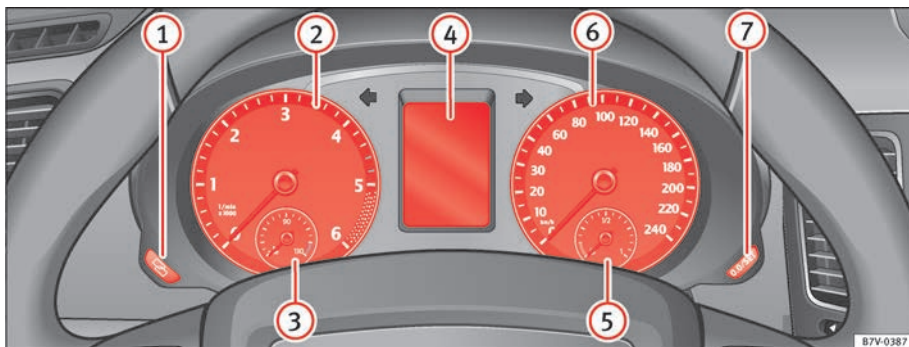

Abb. 35 Kombiinstrument in der Instrumententafel.
Erläuterungen zu den Instrumenten ⇒ Abb. 35:
Im Display des Kombiinstrumentes ⇒ Abb. 35 ④ können je nach Fahrzeugausstattung verschiedene Informationen angezeigt werden:
Die Anzeige des Service-Ereignisses erfolgt im Display des Kombiinstrumentes ⇒ Abb. 35 .